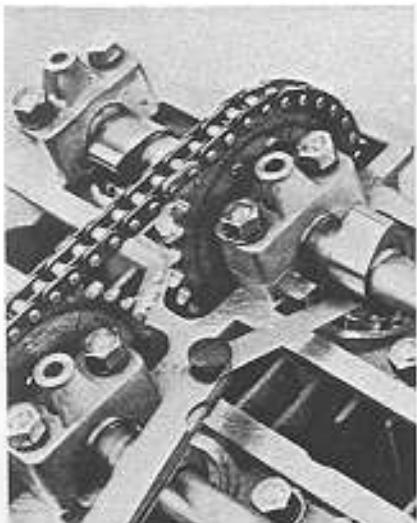

Fig. 6
- Per mezzo di uno spessimetro misurare a turno il gioco delle varie valvole (Fig. 6); scrivere i valori ottenuti su di un foglio di carta facendo bene attenzione a non confonderli tra di loro.
- Measure the clearance of all the valves (Fig. 6) and write the figures obtained for each valve on a sheet of paper.